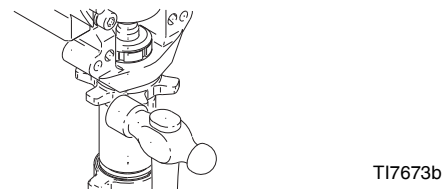

Рис. 19
3. Рис. 19. Закручивайте стопорную гайку на насос, до упора. Закручивайте насос на корпус подшипника до остановки стопорной гайкой. Отодвиньте насос и стопорную гайку, до выравнивания выходного отверстия насоса с обратной стороны. Закрутите вручную стопорную гайку, затем, проверните на 1/8 - 1/4 оборота, при помощи молотка весом около 0,5 кг., с усилием 102 +/- 6,5 Н•м.